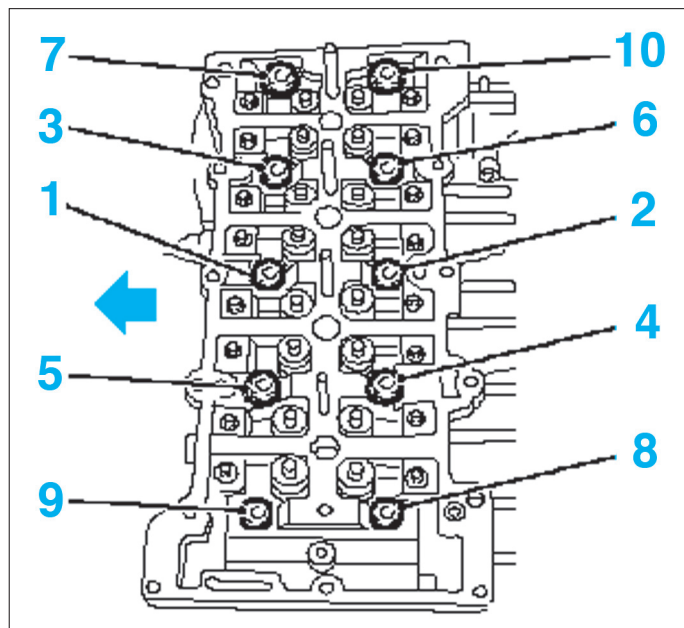

FIG. 29
- Mettre en place la culasse sur le bloc-cylindres et serrer dans l'ordre et au couple prescrit les vis de culasse (fig. 29).